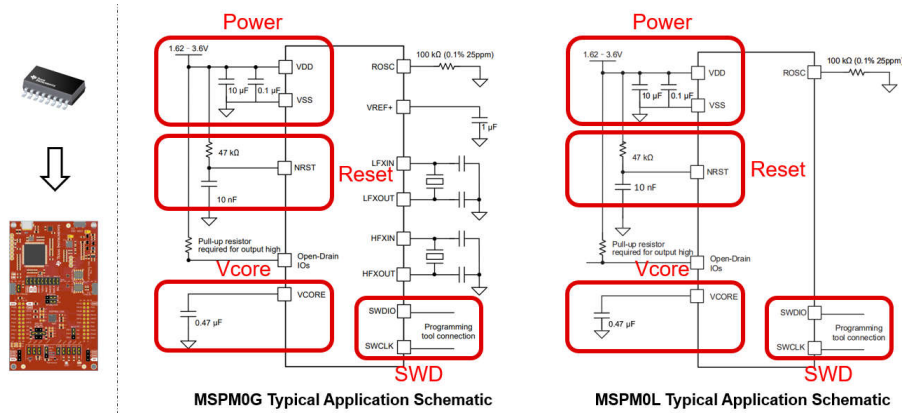

图 2-40. MSPM0 最小系统
3. 对于 MSPM0，可将硬件设计到您自己的电路板中。图 2-40 所示为最小系统设计示例。